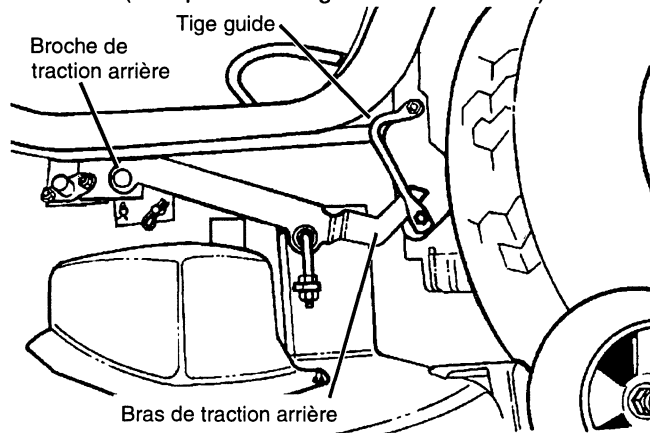

FIGURE 51
- Retirer les goupilles et deux broches de traction arrière qui tiennent les supports de traction arrière sur le bâti de la tondeuse (voir Fig. 51).
- Descendre le levier de levage du bloc tondeuse à sa position la plus basse, tout en centrant les bras de traction arrière sur les tiges guides (voir Fig. 51).